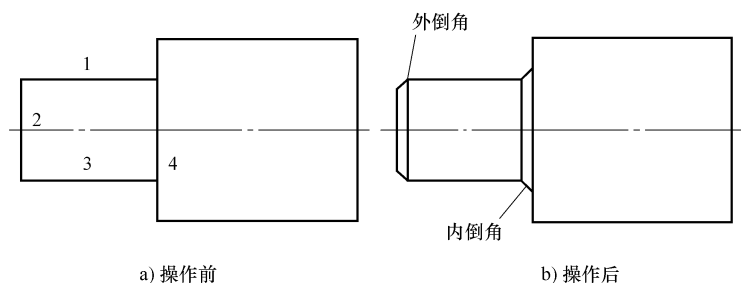

图 4-15 内倒角的绘制
4) 内倒角的结果与 3 条直线拾取的顺序无关，只取决于 3 条直线的相互垂直关系，如图 4-15 所示。